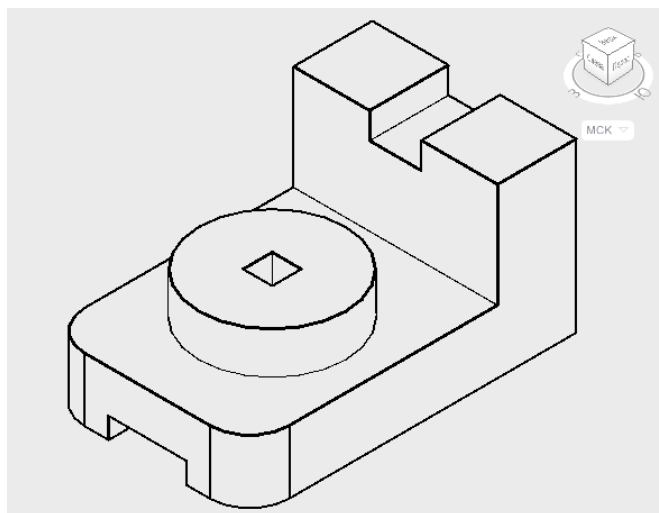

Рис. 5.10
1. Заменить коническую бобышку на цилиндрическую (рис. 5.10).